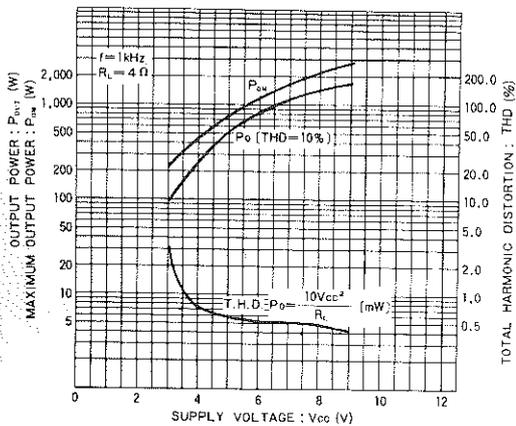

図4 POUT, POM—電源電圧特性
- 1) 電源電圧6V、負荷4Ωで、定格出力(THD=10%)800mW、最大出力1300mWが得られる。(図4参照)